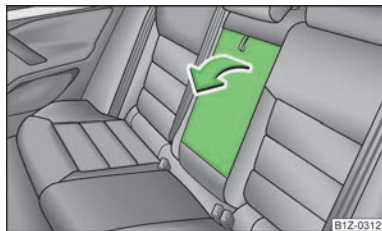

Fig. 48
- Pentru sporirea confortului, trageți de curelușă și rabatați cotiera în jos » fig. 48.